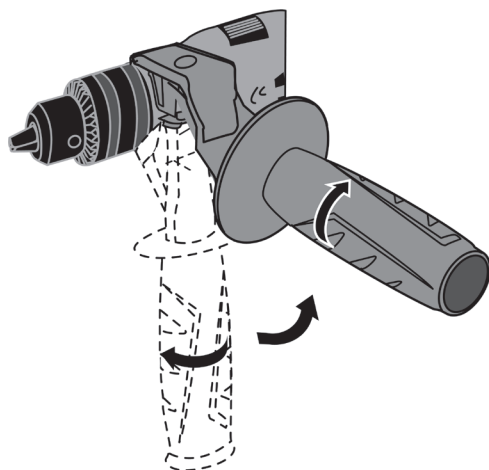

Рисунок 2. Схема встановлення та налаштування допоміжного руків'я.
5.1.2 Встановлення допоміжного руків'я та обмежувача глибини свердління (рис. 2).